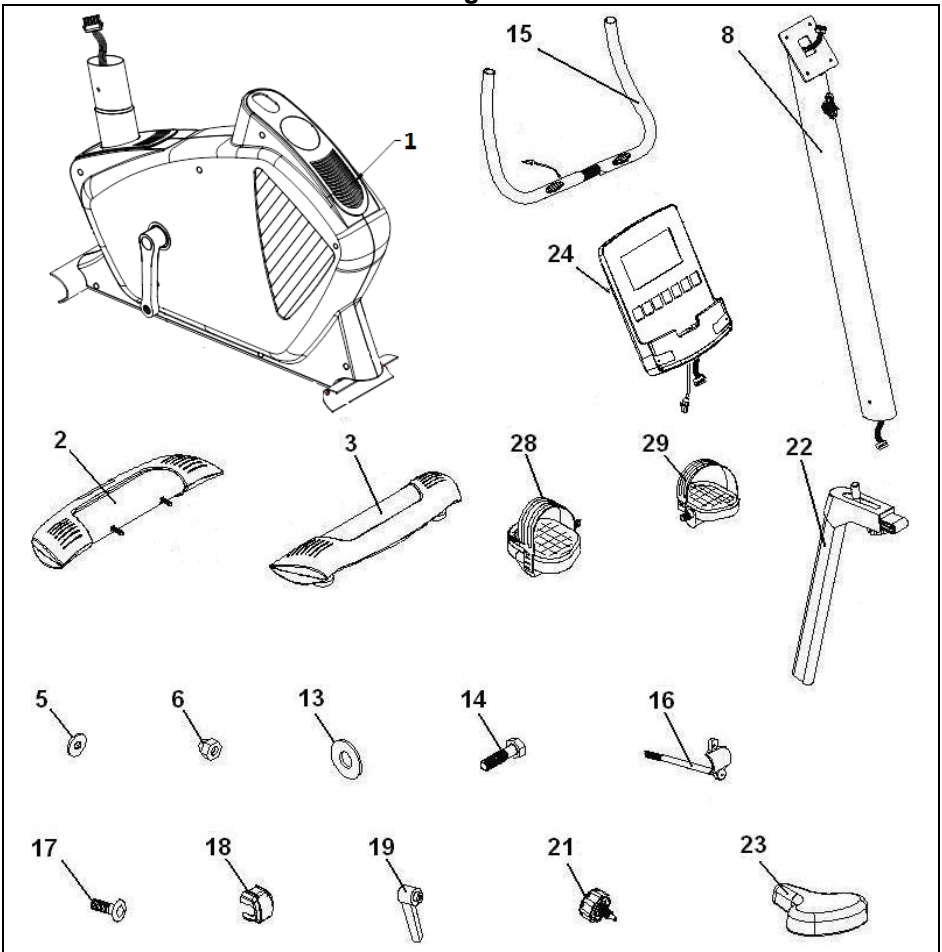

Fig.2
Coja el tubo caballete trasero (3) y posicónelo en el caballete trasero de la maquina, como muestra la Fig.2, e introduzcalo, coloque las arandelas curvadas (5), y las tuercas ciegas (6), apriete fuertemente.
Coja el tubo caballete delantero con rueda (2) y teniendo en cuenta de posicionar los dos puntos rojos (A), como muestra la Fig.2, introduzcalo coloque las arandelas curvadas (5), y las tuercas ciegas (6) y apriete fuertemente.